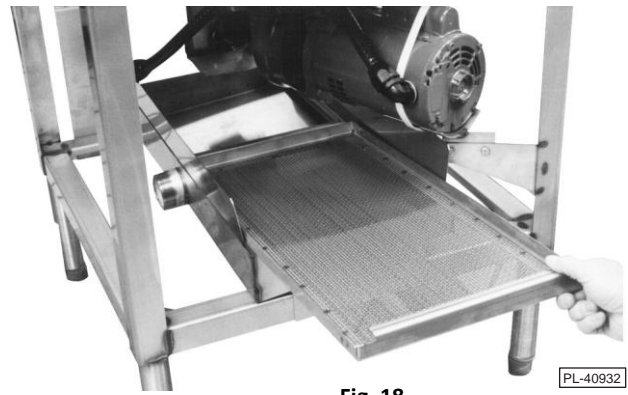

Fig. 18
5. Vuelva a colocar todos los componentes que se extrajeron para su limpieza. Asegúrese de que el filtro de la bandeja de drenaje se vuelva a colocar con la pantalla del filtro hacia abajo y las manijas en la parte delantera y posterior mirando hacia arriba (Fig. 18).